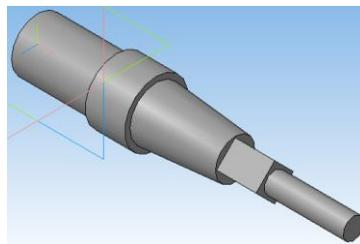

Рис. 14
8.6 В левом нижнем углу нажать кнопку **Создать объект** (см. рис. 14).